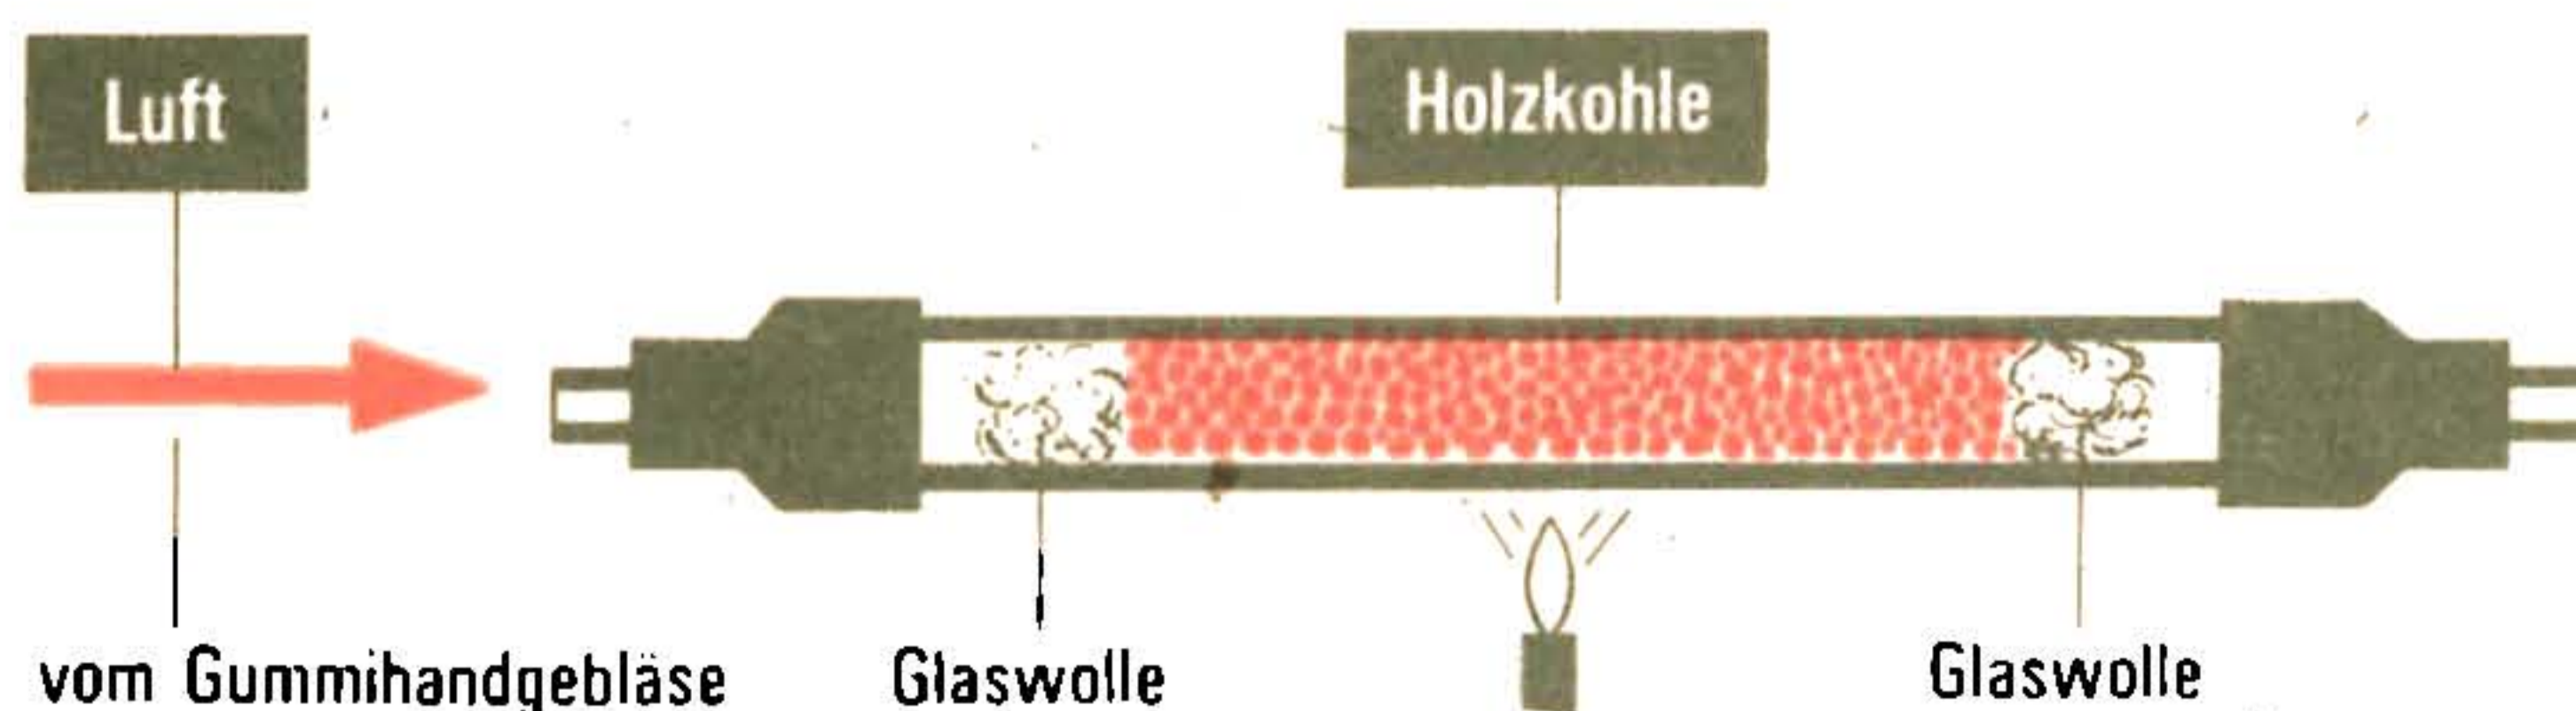

Abb.4
3. Betrachte Abbildung 4! Versuche anhand der Abbildung zu erläutern, wie die Stoffe miteinander in Berührung gebracht werden!
2. Erhitze die Holzkohle, bis sie zu glühen beginnt, entferne den Brenner und drücke mit dem Gummihandgebläse Luft durch die Apparatur (Abb. 4)!